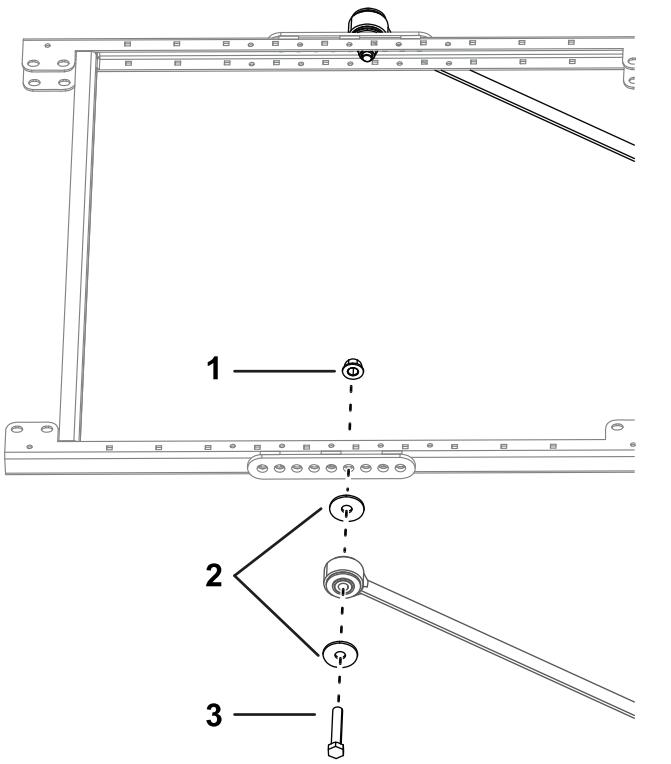

Figura 12
12. En cada lado del bastidor del toldo, Monte provisionalmente un acoplamiento de extensión en el cuarto taladro del soporte del tirante con 2 pernos (1/2" x 2 3/4"), 2 arandelas grandes y 2 tuercas con arandela prensada (1/2"), tal y como se muestra en la Figura 12.